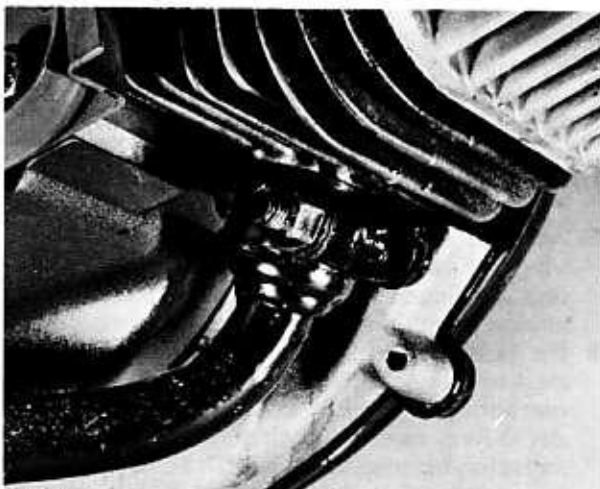

Bild 94
- Schalldämpfer und Auspuffrohr sind untrennbar miteinander verschweisst. Zum Ausbauen der Auspuffanlage muss die Klemmschelle beim Zylinder gelöst und die Befestigungsschraube des Schalldämpfers am Rahmen entfernt werden (Bild 94).